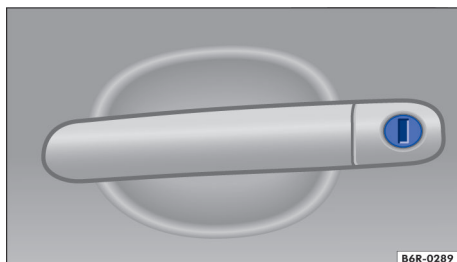

Fig. 51 Maçaneta da porta do condutor com cilindro da fechadura.
- Introduzir a haste da chave no cilindro da fechadura e destravar ou travar o veículo → Fig. 51.